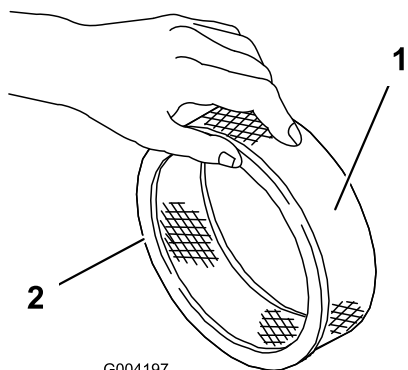

Рисунок 41
5. Осмотрите бумажный фильтр на наличие разрывов, масляной пленки или повреждений на резиновом уплотнении (Рисунок 41).
1. Осторожно наденьте фильтр предварительной очистки из вспененного материала на бумажный элемент (Рисунок 41).